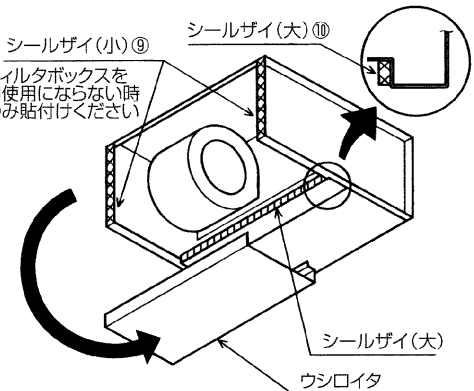

図4
1. ウシロイタを外し(ネジ6本)図の方向に付け換えてください。(図4)
2. 付属のシールザイを図の位置に貼付けください。(図4)